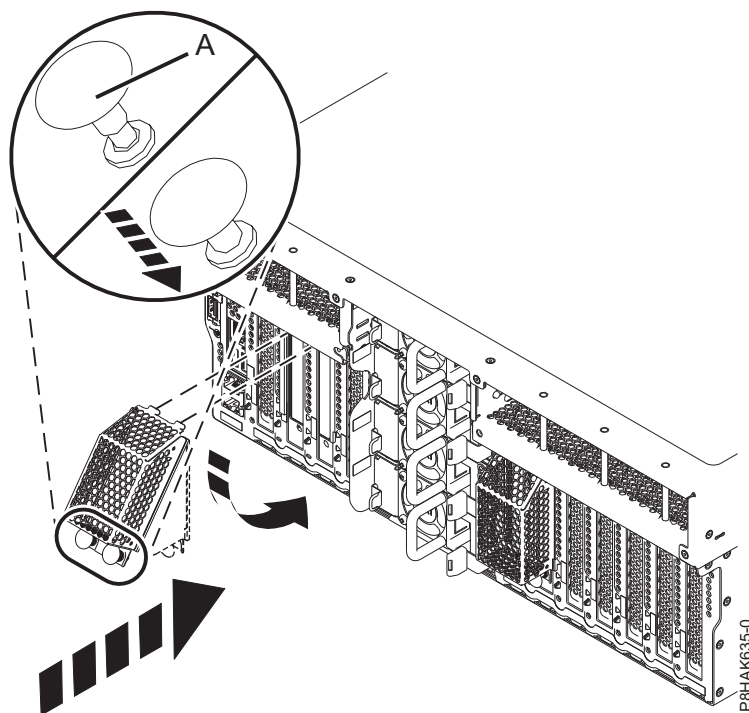

Figura 45. Ligar a blindagem protectora ao adaptador GPU
- a. Se o botão de bloqueio **(A)** ainda não estiver na posição de aberto, puxe o botão de bloqueio **(A)** para a posição de aberto. Consulte Figura 45 na página 51.
- c. Pressione o botão de bloqueio **(A)** na direcção apresentada na Figura 45 na página 51 para fixar a blindagem no sítio.